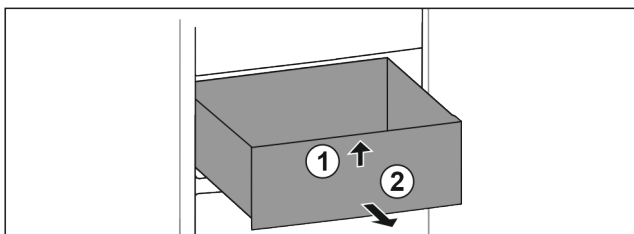

Fig. 188
- ▶ Ngrini lart sirtarin në pjesën përpara. Fig. 188 (1)
- ▶ Hiqeni sirtarin nga përpara. Fig. 188 (2)